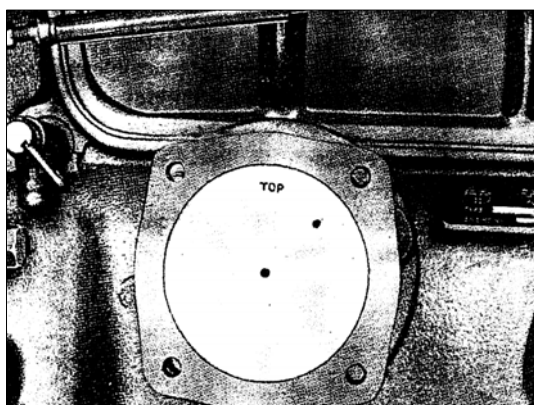

РИС. 127
4) Установите поршень на шатун и установите поршневой палец. Убедитесь, что отметка “TOP” (“Верх”) направлена вверх (рис. 127).